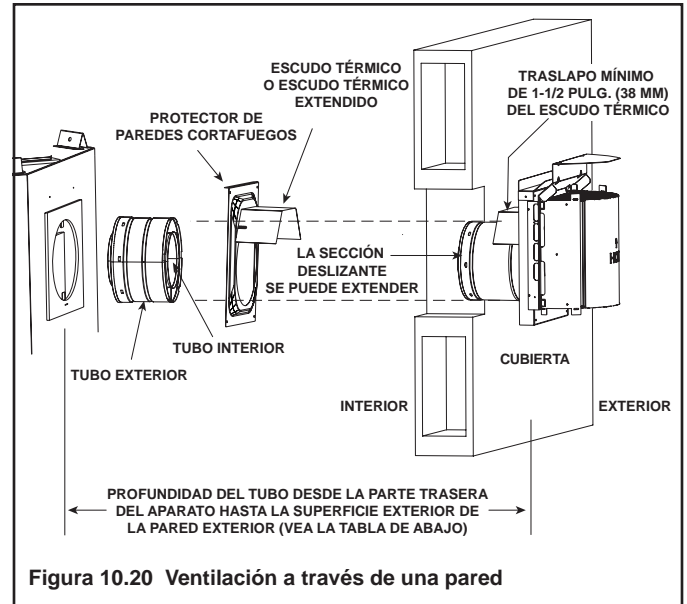

Figura 10.20 Ventilación a través de una pared
- **NO** retire los escudos térmicos del protector de paredes cortafuegos y el respiradero (consulte la Figura 10.20).
El escudo térmico tiene dos secciones. Una de las secciones está unida al protector de paredes cortafuegos. La otra está unida al respiradero. Consulte la Figura 10.20.